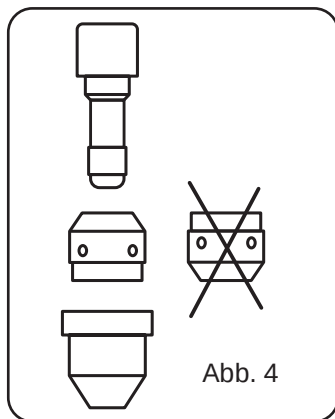

Abb. 4
- Der Diffusor muss ausgetauscht werden, wenn er geschwärzte Zonen aufweist. Wegen der kleinen Abmessungen ist es äußerst wichtig, dass er bei der Montage richtig ausgerichtet wird (siehe Abb. 4).